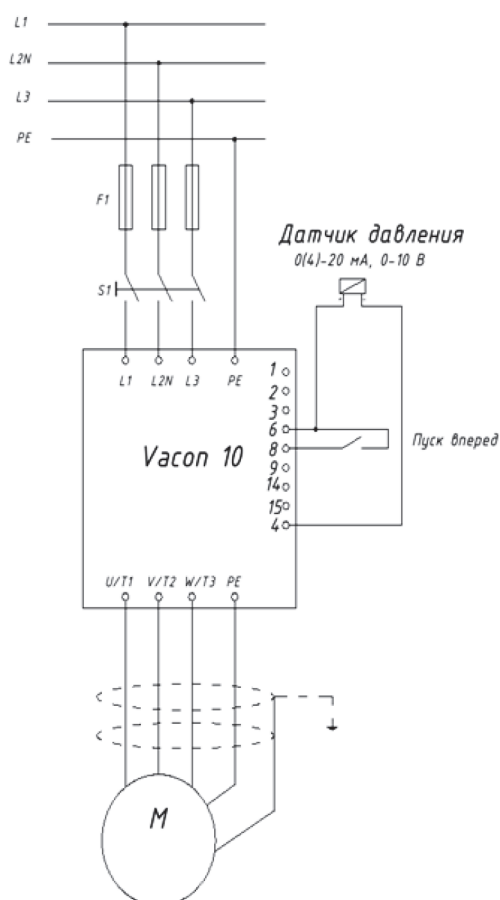

Рисунок 10. Режим поддержания постоянного давления, уставка от потенциометра
2. Соединить входы и выходы к частотному преобразователю VACON® 10 рисунок 10.